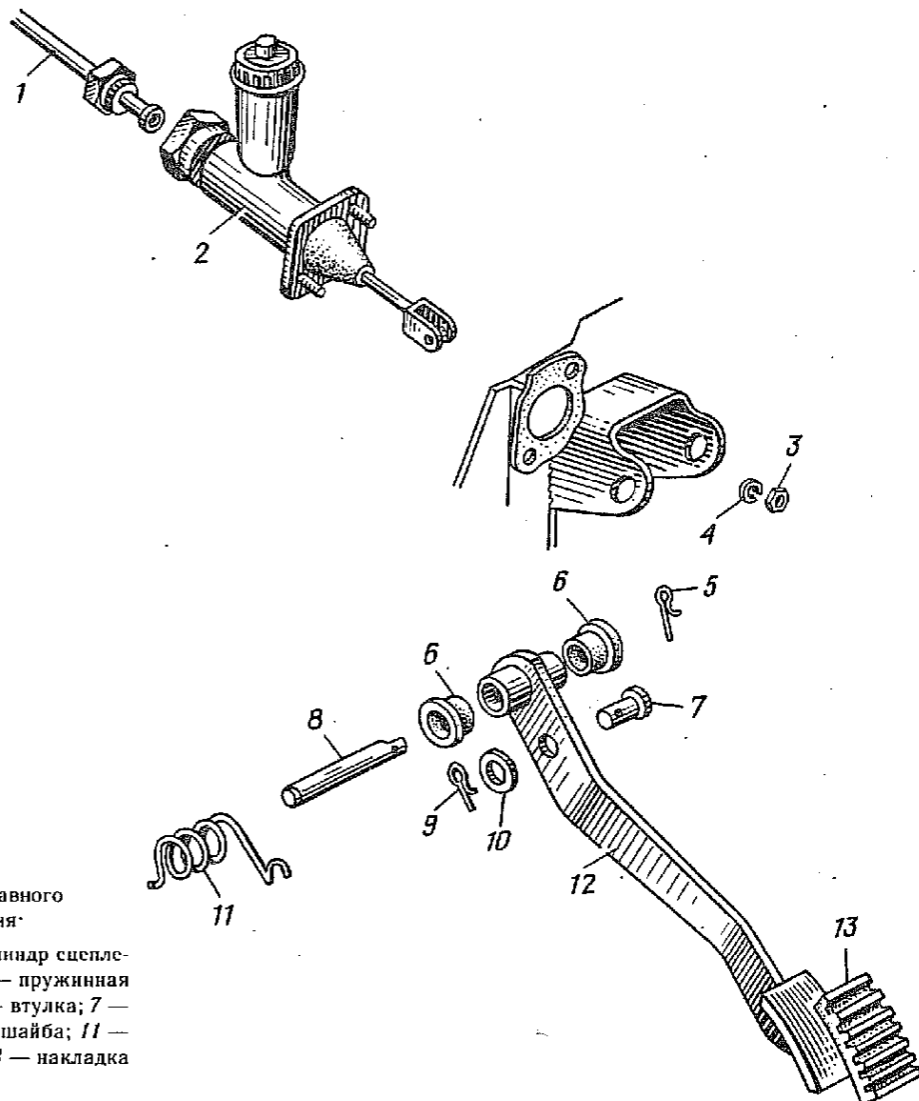

Рис. 56. Установка главного цилиндра сцепления.
1.3. Отвернуть соединительную гайку и отсоединить от главного цилиндра 2 (рис. 56) сцепления трубку 1 привода выключения сцепления. Во избежание засорения установить в отверстия трубки и главного цилиндра технологические заглушки (ключ 12, технологические заглушки).
2.1. Установить цилиндр 2 (рис. 56) шпильками в отверстия поперечины рамы и закрепить гайками 3 с пружинными шайбами 4 (головка 13, вороток).
3.1. Отсоединить оттяжную пружину 11 (рис. 56) от педали 12 (плоскогубцы 125, отвертка $150 \times 0,5$).
4.1. Установить втулки 6 (рис. 56) в отверстия педали 12.